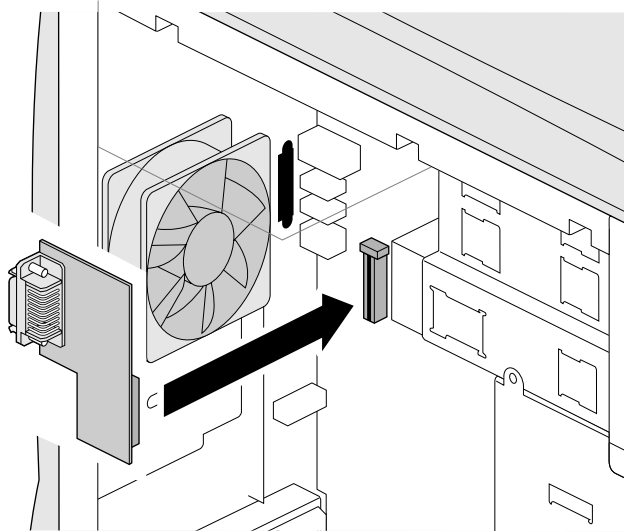

図 5-6 モニタオプションカードの取り付け
- カード下部のコネクタとシステムボードのポート、カードの端にあるコネクタと背面パネルの開口部がそれぞれ向き合うようにカードを位置付けます（図 5-6）。